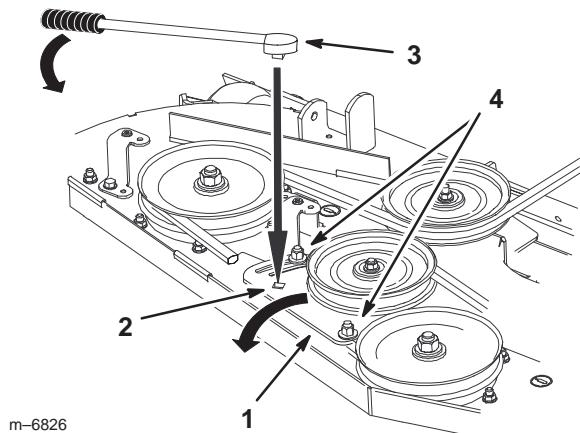

Figure 77
- Desserrez l'écrou de fixation de la plaque de la poulie de tension et déplacez la plaque pour détendre la courroie sur la poulie de tension. Déposez la courroie usée du plateau de coupe (Fig. 77).
5. Si un réglage est nécessaire, desserrez la plaque du bras de tension et effectuez le réglage (Fig. 77).
6. Insérez un manche à rochet ou une barre de levier dans le trou carré de la plaque pour régler la tension (Fig. 77).
7. Pour augmenter la tension de la courroie, tournez la plaque de la poulie de tension jusqu'à ce qu'une résistance soit sentie et que la rotation s'arrête. Ne continuez pas quand elle s'arrête (Fig. 77).
8. Serrez les boulons de la plaque de la poulie de tension (Fig. 77).
10. Réglez la tension de la courroie et la plaque de la poulie de tension au besoin, et serrez fermement toutes les fixations (Fig. 77).